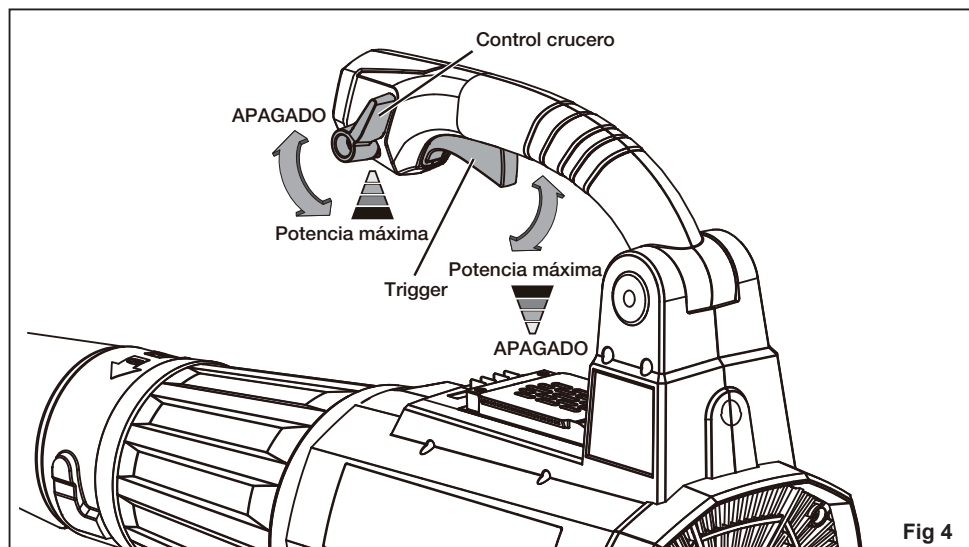

Fig 4
- Para apagar la sopladora, suelte el interruptor de gatillo y asegúrese de que la palanca de control de crucero esté hacia arriba. No presione demasiado el interruptor de gatillo una vez que la sopladora haya alcanzado la potencia máxima (Fig. 4).